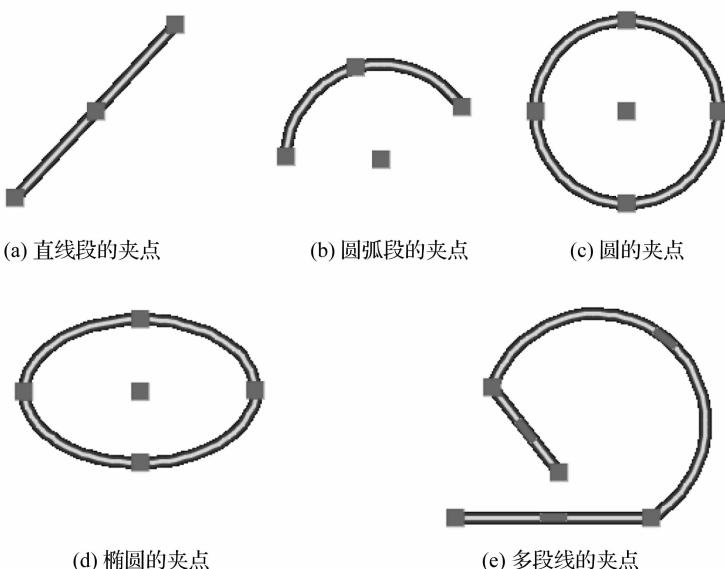

图 2-10 不同对象的夹点
(1) 直线段和圆弧段的夹点是其两个端点和中点,如图 2-10(a)、(b)所示。
(2) 圆的夹点是圆心和 4 个象限点,如图 2-10(c)所示。
(3) 椭圆的夹点是椭圆圆心和椭圆长、短轴的端点,如图 2-10(d)所示。
(4) 多段线的夹点是构成多段线的直线段的端点、圆弧段的端点和中点等,如图 2-10(e)所示。